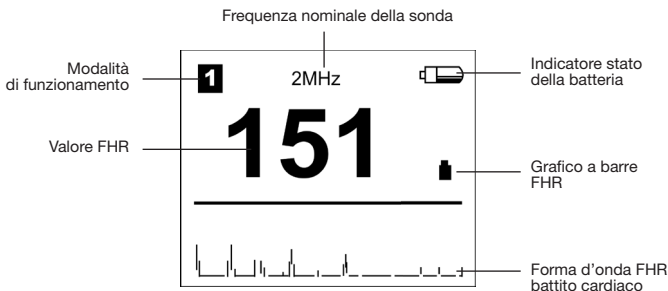

Fig. 3-4 Display LCD
1. Accendere premendo il pulsante di Alimentazione. Lo schermo LCD appare come in Fig. 3-4.